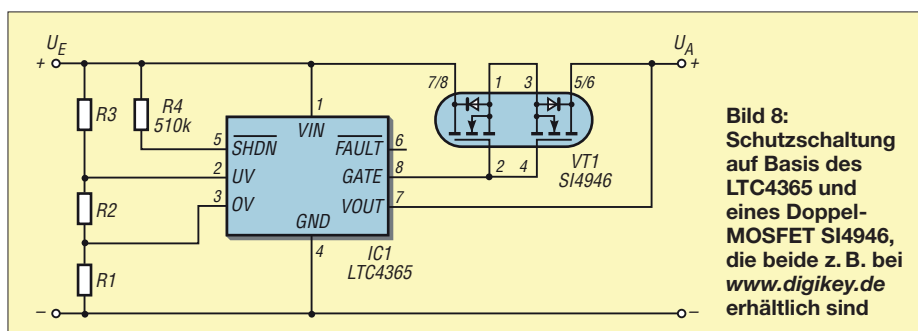

Bild 8:
Für die kombinierte Erkennung einer Unter- und einer Überspannung eignet sich der LTC4365 [1]. Der IC besitzt zwei Spannungskomparatoren und eine interne Referenzspannungsquelle. Über den Spannungsteiler aus R1 bis R3 lassen sich der minimal (UV) und der maximal (OV) zulässige Wert der Versorgungsspannung vorgeben. Liegt die Spannung der Quelle im zulässigen Bereich, wird der Strompfad zum Verbraucher durchgeschaltet. Hierzu stellt der IC am Ausgang Gate eine positive Spannung bereit, wodurch die beiden N-Kanal-MOSFETs im Strompfad durchsteuern. Bild 8 zeigt die Schaltung des ICs gemäß Datenblatt.